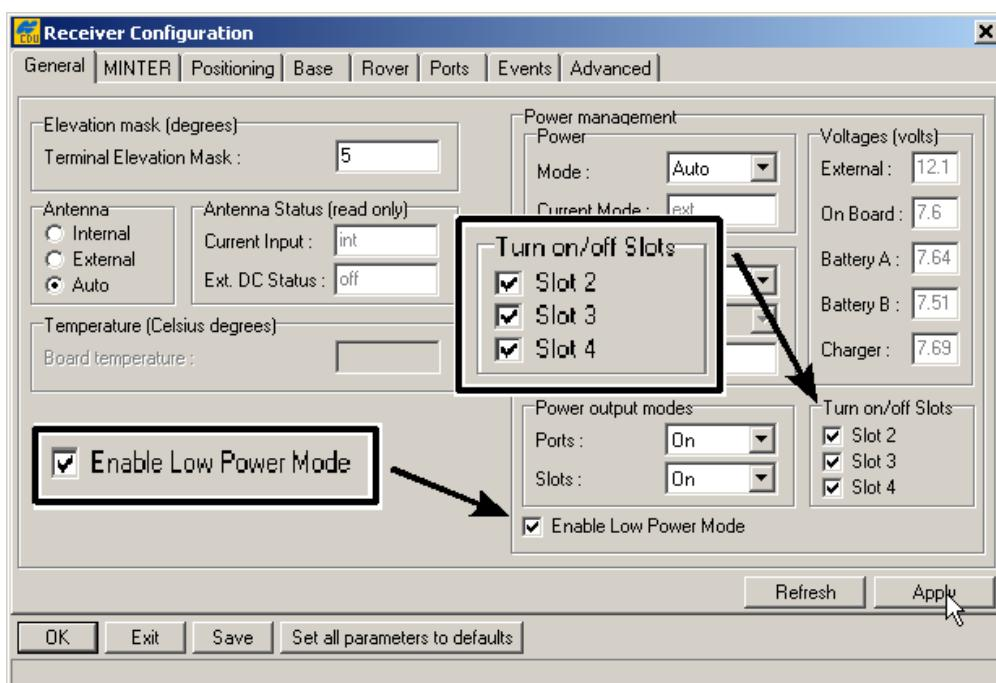

Рисунок 2-6. Установки режима питания
8. Флажки области *Turn on/off Slots* (*Вкл./Выкл. слот*) позволяют подавать напряжение питания на соответствующий внутренний слот (см. рис. 2-6).
9. Флажок *Enable Low Power Mode* (*Включить режим малого энергопотребления*) позволяет перевести процессор приемника в режим малого потребления энергии (см. рис. 2-6).